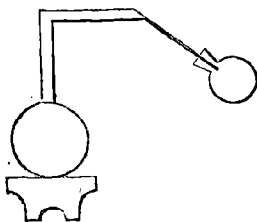

Fig. 5.
2. On ignore à quelle époque cette innovation fut faite ; mais elle était connue du temps du chimiste grec Zozime le Pano-politain, qui vivait à la fin du III^e siècle ou au commencement du IV^e siècle. On trouve, en effet, dans un des ouvrages de ce savant, la description, avec figures, de plusieurs appareils de distillation, dont il déclare avoir vu les modèles dans un temple de Memphis, et qui tous se composent d'un gros ballon posé sur un fourneau et communiquant avec un ou plusieurs récipients au moyen d'un égal nombre de tuyaux (fig. 5 et 6) ; il en est même qui sont pourvus d'un